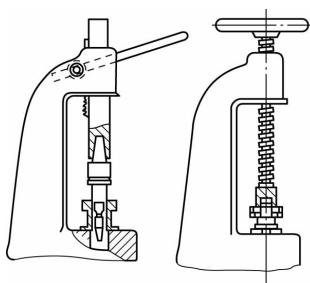

图 7-4 用杠杆齿条式或螺旋式压力机压装滚动轴承
(3) 机压法。用杠杆齿条式或螺旋式压力机压装滚动轴承，如图 7-4 所示。